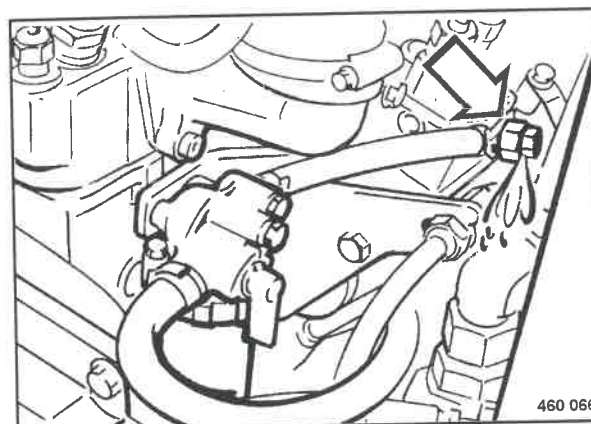

Fig. 114
- Svitare la vite di sfiato (Fig. 114) sulla pompa di iniezione di alcuni giri.